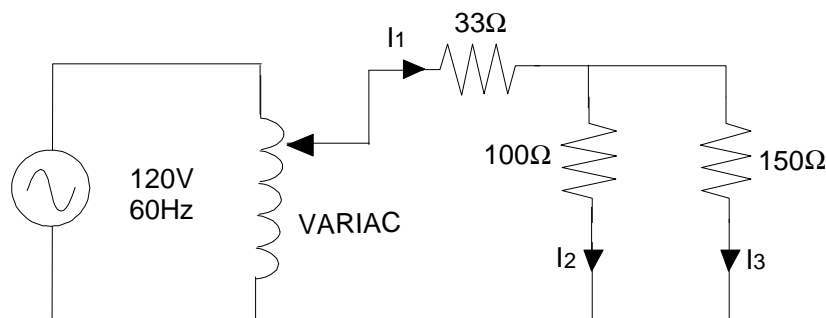

Figura 2.1
2. Para el circuito de la figura 2.1, calcular los valores de tensión y corriente en cada resistencia, si la tensión de salida del variac se ajusta a 20V.
Consulte al profesor sobre el uso del sistema de tensiones para alimentacion de los circuitos del cual está provisto el mesón de trabajo, así como las medidas de seguridad asociadas. Consulte al profesor sobre la conexión y uso del variac. Armar el circuito de la figura 2.1, ajustando el variac para obtener una tensión de 20V. Tomar las lecturas de todas las tensiones y corrientes para las diferentes resistencias, utilizando las escalas adecuadas